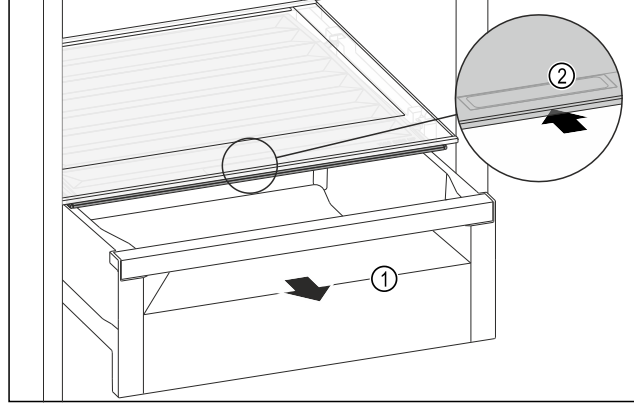

Fig. 109
- Çekmece bölümünü Fig. 109 (1) çekerek çıkarın.
- Raf kapağındaki tutma boşluğundan Fig. 109 (2) tutun ve aynı anda raf kapağını arkaya doğru kaydırın.